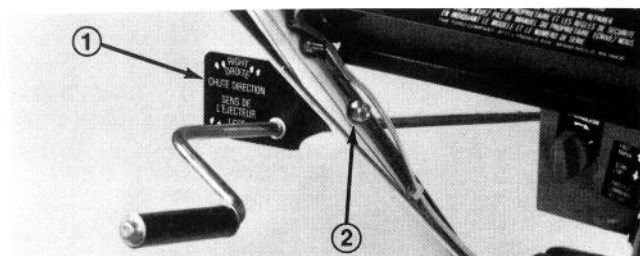
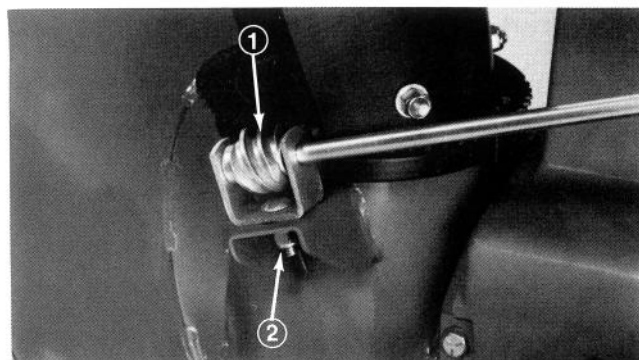

Abb. 12
Abb. 13
1. Den Haltewinkel mit der Auswurfbetätigungsstange mittels Sechskantschraube und Mutter links am Griffholm befestigen, die Mutter aber noch nicht festziehen (Abb. 12).
2. Die Schnecke mit Allzweckfett Nr. 2 schmieren. Dann den Halter mit der Schnecke auf der Winkelkonsole montieren (Abb. 13). Abstandsscheibe zwischen Winkel und Konsole und Sicherungsscheibe und Kontermutter unter Konsole einsetzen (Abb. 13).
3. Die Schnecke fest in die Verzahnung des Aufnahmekranzes hineindrücken und die Sicherungsmutter festziehen (Abb. 13). Dann die Sicherungsmutter zur Befestigung des Haltewinkels der Auswurfbetätigung am linken Holm anziehen (Abb. 12).